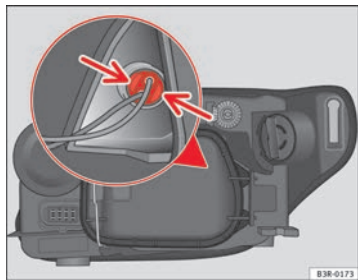

Fig. 211 Luz de posición (lado exterior vehículo)
- Presione ligeramente las pestañas del portalámparas ⇒ fig. 211 y tire hacia la tapa (también se puede extraer tirando de los cables del portalámparas).